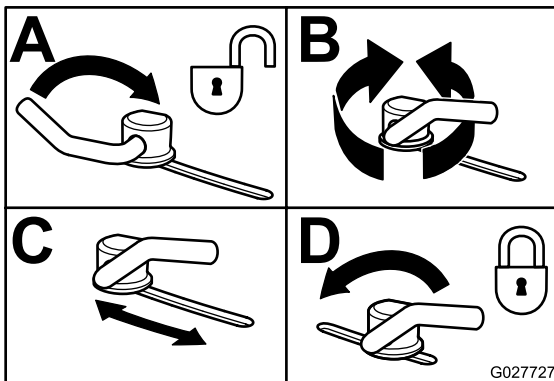

Bild 29
3. Wenn Sie die Haltenocken einstellen möchten, schieben Sie den Hebel nach oben und lösen Sie die Haltenocke (Bild 29).
5. Schieben Sie den Hebel zurück, um das Ablenkblech und die Haltenocken festzuziehen (Bild 29).